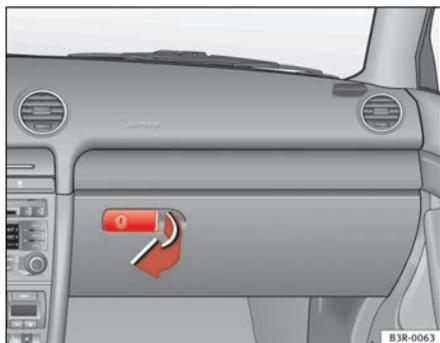

Fig. 129 Vide-poches
- Tirez la poignée dans le sens de la flèche ⇒ fig. 129 et basculez le battant vers le bas.
- Ouvrez la boîte à gants ⇒ fig. 129.